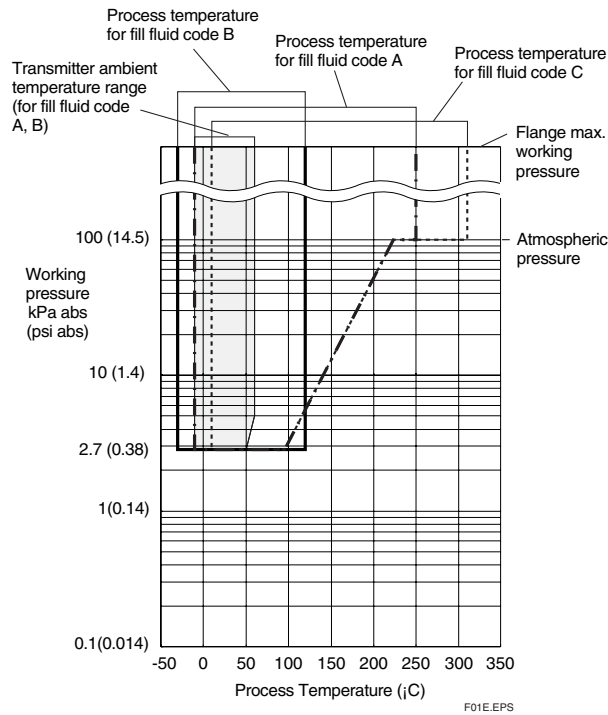

图1-1 工作压力和过程温度
大气压或大气压以下见图1-1和1-2。
*1: 见图1-1和1-2“工作压力和过程温度”。